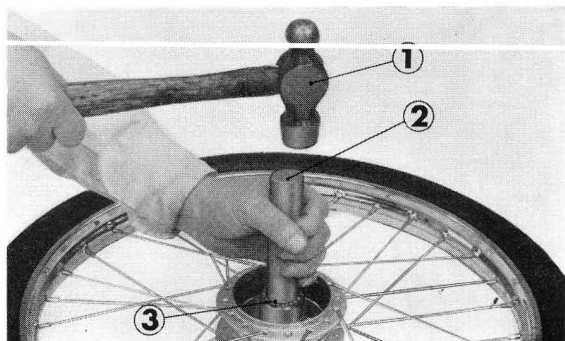

Figure 4-8: ① marteau à boule ② pose-roulement ③ roulement à billes 6201
5. Enlever du moyeu et du roulement la graisse usée, et la remplacer par de la graisse neuve. Mettre en place le collier d'espacement, le roulement à billes 6201 et le joint d'étanchéité (figure 4-8).